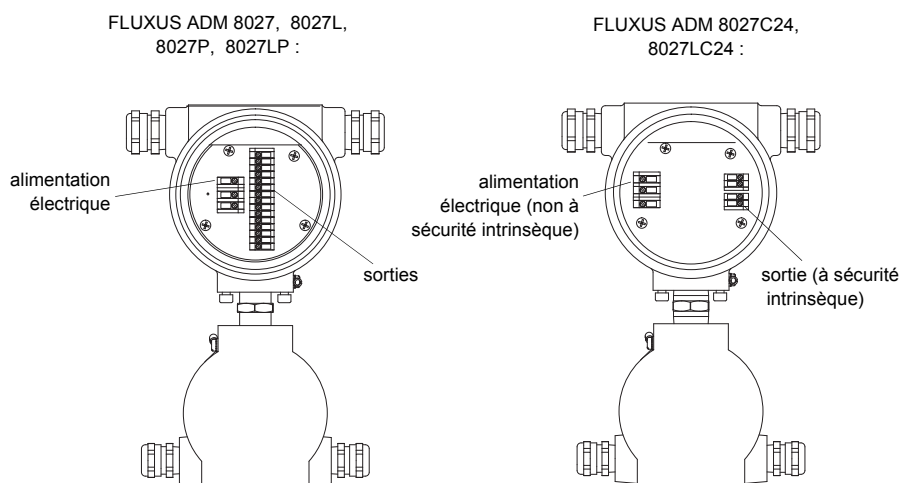

Fig. 6.9: Bornes de raccordement de l'alimentation électrique et des sorties
- Raccordez les brins aux bornes du transmetteur conformément à la tension indiquée sur la plaquette signalétique qui se trouve sous le bornier KL1 (voir Fig. 6.9 et Tab. 6.4).
- Raccordez les brins du câble de sortie aux bornes du transmetteur (voir Fig. 6.9 et Tab. 6.5).